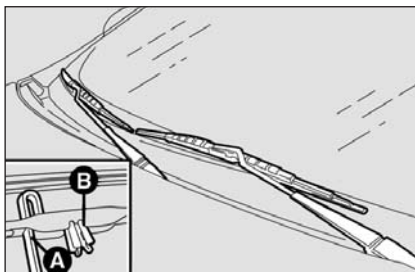

fig. 22
- ☐ levante el brazo **A-fig. 22** del limpiaparabrisas y ponga la escobilla de manera que forme un ángulo de 90° con el mismo brazo;